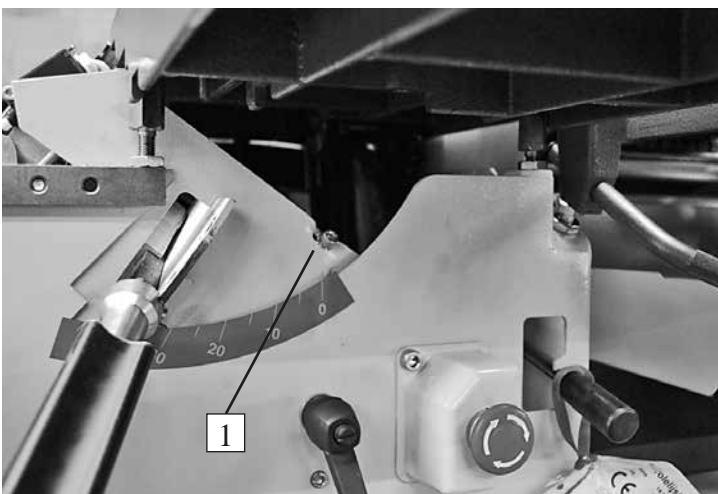

Рис. 36
Натяжение ремня вала пильного диска (рис. 36) можно отрегулировать после наклона пильного диска на 45°. Тогда становится виден и доступен крепежный болт (1) над ручкой подъема-опускания пильного диска. При повороте болта по часовой стрелке натяжение ремня увеличивается, против часовой – уменьшается.